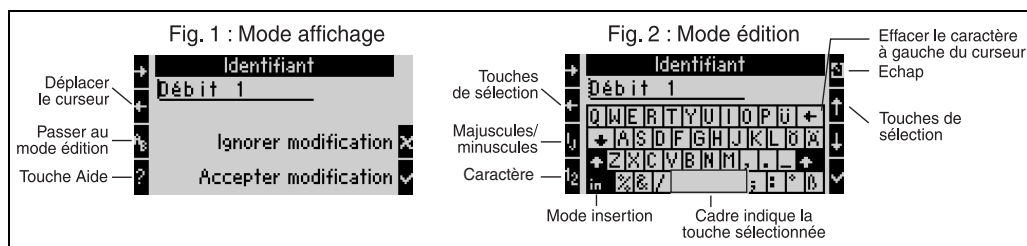

Fig. 18: Ex. : édition d'une désignation à l'aide du clavier Palm
1. A l'aide de la flèche droite, placer le curseur devant le caractère devant lequel doit être inséré un caractère. Si le texte complet doit être effacé et réécrit, placer le curseur à l'extrême droite. (voir fig. 18, fig. 1)
3. Avec IJ/ij et la touche 1/2 sélectionner le pavé avec majuscules/minuscules ou sélectionner des chiffres. (voir fig. 18, fig. 2)
4. Avec les touches flèches, sélectionner la touche souhaitée et valider avec la touche munie d'une coche. Pour effacer du texte, sélectionner la touche en haut à l'extrême droite. (voir fig. 18, fig. 2)
6. Activer la touche Esc pour passer du mode d'édition au mode d'affichage et valider les modifications avec la touche munie d'une coche. (voir fig. 18, fig. 1)
- Dans le mode d'édition (voir fig. 18, fig. 2) il est impossible de déplacer le curseur ! Passer avec la touche Esc dans la fenêtre précédente (voir fig. 18, fig. 1) pour placer le curseur sur le caractère à modifier. Puis activer à nouveau le pavé AB.